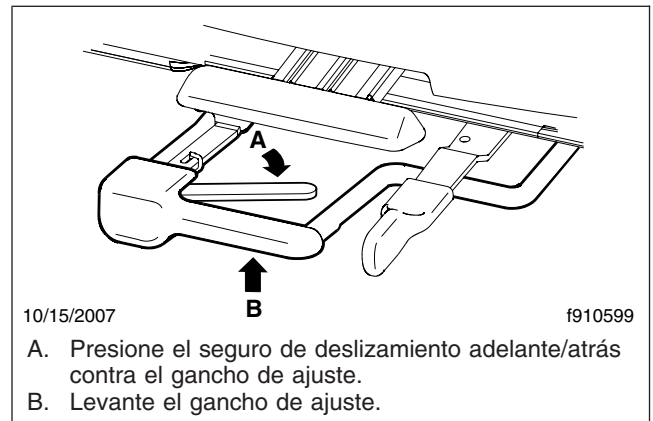

Figura 7.5, Ajuste de deslizamiento hacia adelante/atrás del asiento Sears Atlas
2. *Ajuste del asiento hacia adelante y hacia atrás:* Para ajustar la posición de la parte delantera y trasera del asiento completo, presione el seguro de deslizamiento adelante/atrás contra el gancho de ajuste y levante el gancho. Vea la **Figura 7.5**. Deslice el asiento hacia delante o hacia atrás hasta la posición deseada. Libere el gancho y el seguro de deslizamiento hacia adelante/atrás en su posición original para que el asiento quede asegurado en su sitio.